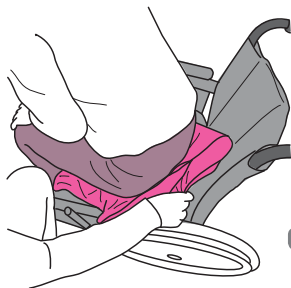

図 3-30 シートの端を持ち、シートの下をくぐるように引き抜くと容易にはずれます
- 片手で本人の身体を押さえ、シートの端を持ってお尻のシートのさらに下側に折り返すように引き抜くと容易に抜けます。(図 3-30)